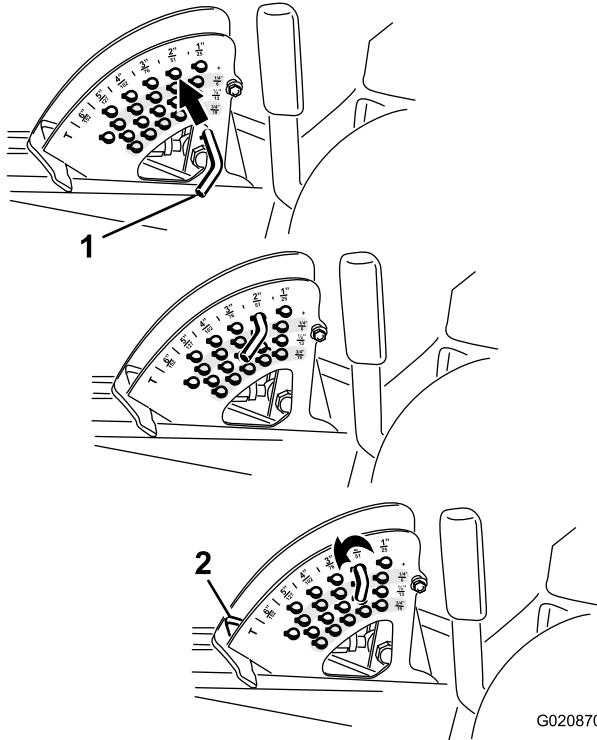

Bild 20
Hinweis: Wenn Sie das Mähwerk in der angehobenen Stellung arretieren möchten, heben Sie das Mähwerk über die 15 cm Stellung an, nehmen Sie den Schnitthöhenanschlagstift ab (siehe Einstellen der Schnitthöhe (Seite 28)) und setzen Sie den Stift in die 15-cm-Schnitthöhenstellung ((Bild 20)).
2. Drehen Sie zum Einstellen den Anschlagsstift so lange, bis die Linien am Spannstift mit den Schlitten in den Löchern in der Schnitthöhenhalterung ausgerichtet sind. Nehmen Sie ihn dann ab (Bild 20).
3. Wählen Sie ein Loch in der Schnitthöhenhalterung, das der gewünschten Schnitthöhe entspricht, stecken Sie den Stift ein und drehen Sie ihn ein, um ihn zu arretieren (Bild 20).
Hinweis: Es gibt vier Reihen der Lochpositionen (Bild 20). Die oberste Reihe ergibt die Schnitthöhe, die über dem Stift steht. Die zweite Reihe ergibt die Schnitthöhe plus 6 mm. Die dritte Reihe ergibt die Schnitthöhe plus 12 mm. Die unterste Reihe ergibt die Schnitthöhe plus 18 mm. Für die Stellung von 15,8 cm gibt es nur ein Loch, das in der zweiten Reihe ist. Mit diesem Loch werden nicht 6 mm den 15,8 cm hinzugefügt.